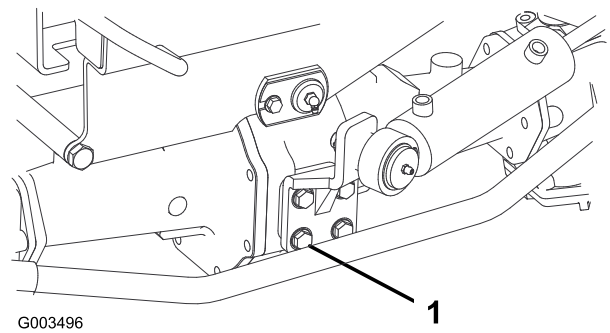

Figure 66
2. Serrez les 4 boulons du support du vérin de direction (Figure 66) à un couple de 65 à 81 N·m.